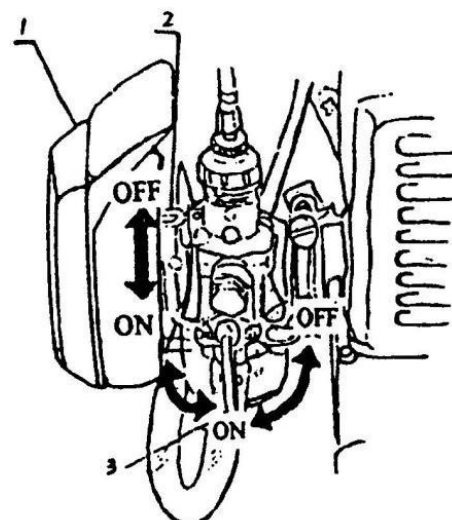

Fig. 9
- 1) Vire a torneira de combustível para a posição 'ON', veja fig. 9.